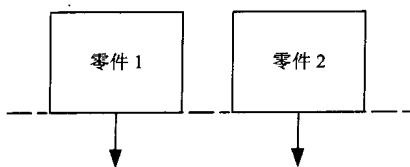
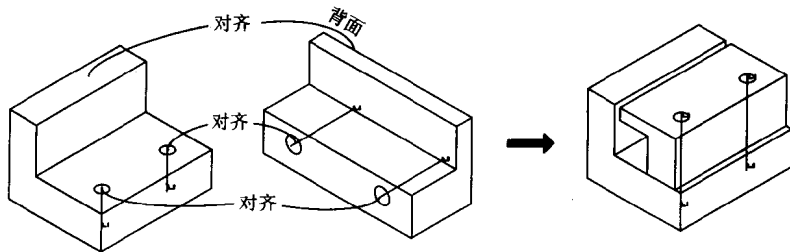

图1.18
图1.19
- ◆ **Align(对齐)**: 两平面互相对齐或使两圆弧或圆的中心线成一直线。当两平面互相对齐时, 两平面为同向(即两平面的垂直方向为相向), 如图 1.18 及图 1.19 所示。此外, 也可增加间距(Offset)的设置, 使两平面对齐后隔开一段距离, 如图 1.20 及图 1.21 所示。间距的设置与 Mate / Offset(匹配/偏距)相同, 故在此不再重述。